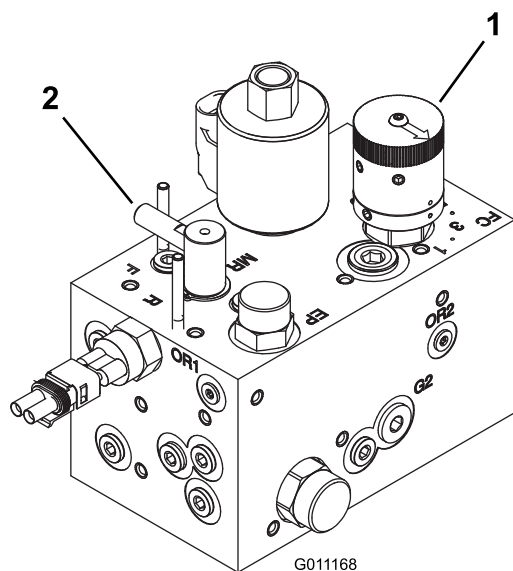

图78
3. 将倒磨控制装置旋转至倒磨位置（R）。将滚刀速度控制装置旋转至位置 1（图78）。